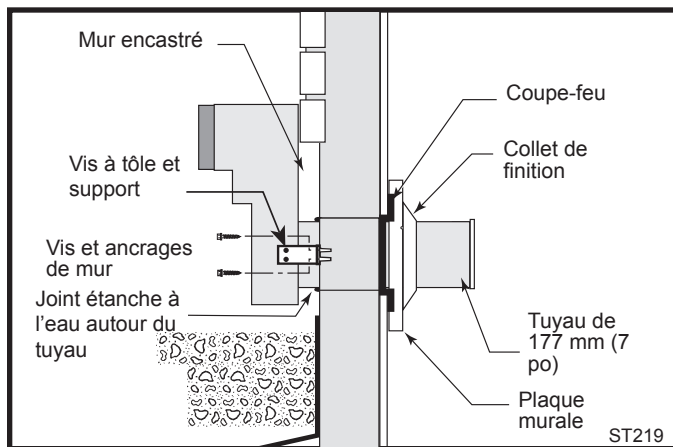

Fig. 30 Utilisation de supports de rallonge pour installer la sortie en tuba contre le mur encastré.
2. Creusez le sol jusqu'à une profondeur d'environ 406 mm (16 po) sous le socle de la prise d'air. Installez le puits de lumière (non compris). Remblayez ensuite le trou d'une épaisseur de gravier grossier de 305 mm (12 po) en prenant soin de prévoir un dégagement d'environ 102 mm (4 po) sous la prise d'air. (Fig. 30)
Si la fondation se trouve en retrait, servez-vous de supports de rallonge (non compris) aux fins d'assemblage de la partie inférieure de la prise d'air. Installez d'abord les supports au mur, puis fixez-les à la prise d'air au moyen de vis à tôle autotaraudeuses n° 8 x 1/2 po. Il s'avère nécessaire de sortir le conduit de ventilation aussi loin que la face saillante du mur. (Fig. 30)